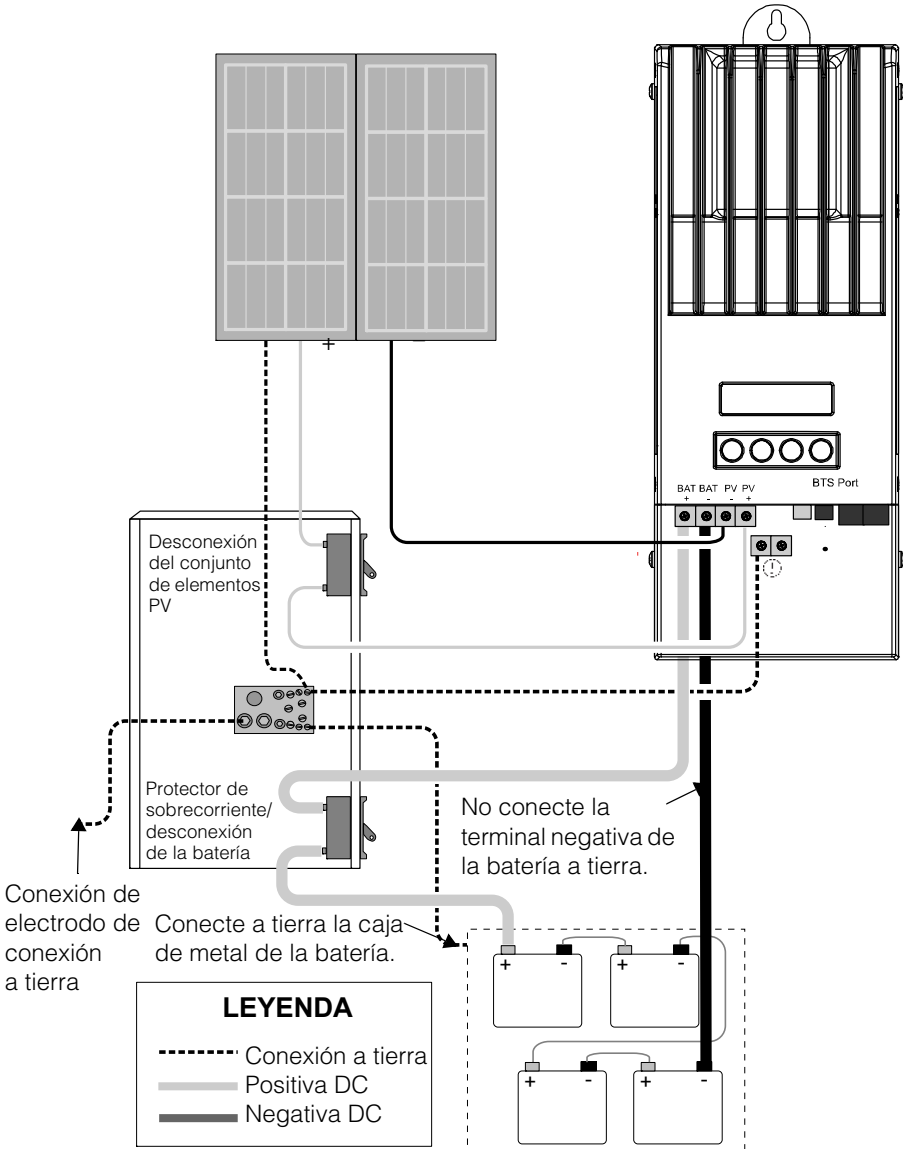

Figura 2-10 Cableado de energía del controlador de carga
El siguiente procedimiento se ilustra en la Figura 2-10.
RIESGO DE DESCARGA ELÉCTRICA No conecte la terminal negativa de la batería a tierra. Conectar la terminal negativa de la batería a tierra desactiva la protección contra falla de la conexión a tierra de PV interna de la unidad. Para obtener más información, consulte "Conexión a tierra" en la página 2-9. Consulte la Figura 2-10 para obtener el enrutamiento correcto de la terminal negativa de la batería.
2. Conecte a tierra el controlador de carga solar. Conecte un conductor de conexión a tierra entre la orejeta de tierra del controlador de carga solar y la conexión a tierra del sistema (como se muestra en la Figura 2-10).